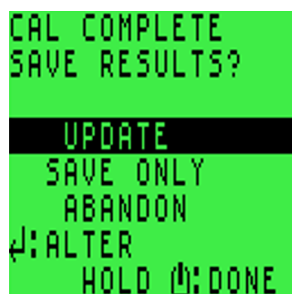

Figura 59: Tela CAL COMPLETE/SAVE RESULTS (CALIBRAÇÃO COMPLETA/SALVAR RESULTADOS)
7. Quando a calibração for concluída com sucesso, o usuário terá a opção de salvar os resultados (consulte a Figura 59: Tela CAL COMPLETE/SAVE RESULTS \(CALIBRAÇÃO COMPLETA/SALVAR RESULTADOS\)).